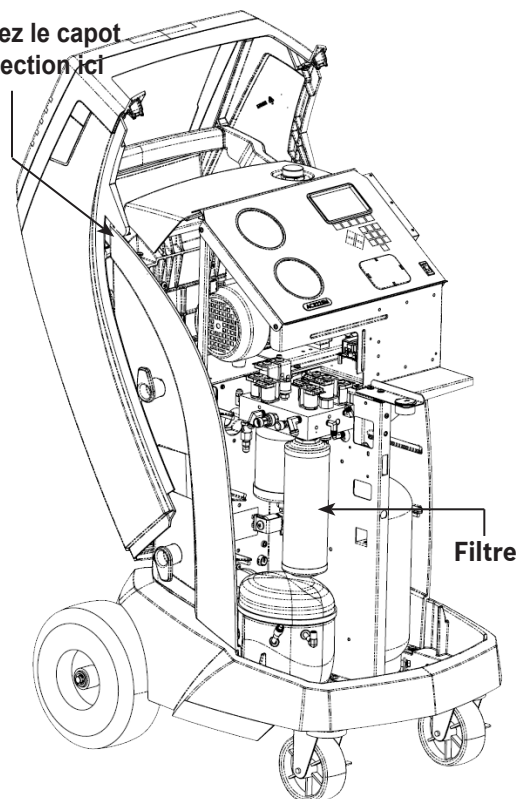

Figure 9
3. Accrochez le capot de protection à l'arrière de la machine comme indiqué sur la Figure 9.
6. Installez le nouveau filtre en le vissant en place dans le sens des aiguilles d'une montre. Vérifiez que le filtre est bien positionné, tel qu'indiqué sur la Figure 9. Serrez le filtre à 20 N•m.
3. Accrochez le déflecteur à l'arrière de la machine comme indiqué sur la figure 9.